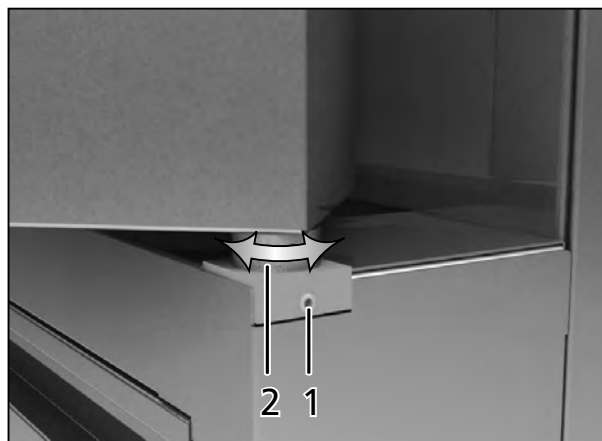

Fig. 39 Regolazione della porta
1. Con un giravite Torx-TX8 svitare la vite (Fig. 39). La vite è fissata con vernice di sicurezza e può essere allentata con un movimento deciso.
2. Regolare la porta girando l'eccentrico (2) con un giravite.